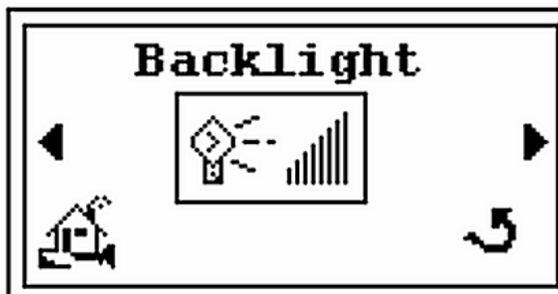

Abbildung 2-45 Hintergrundbeleuchtungs-Bildschirm
2. Drücken von  und der *Hintergrundbeleuchtungs-* Bildschirm erscheint (Abbildung 2-45).